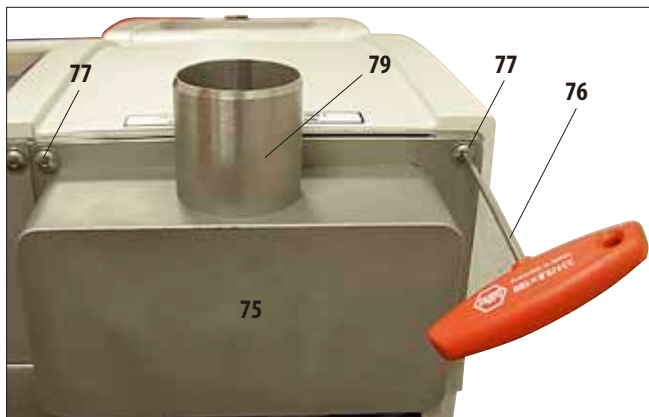
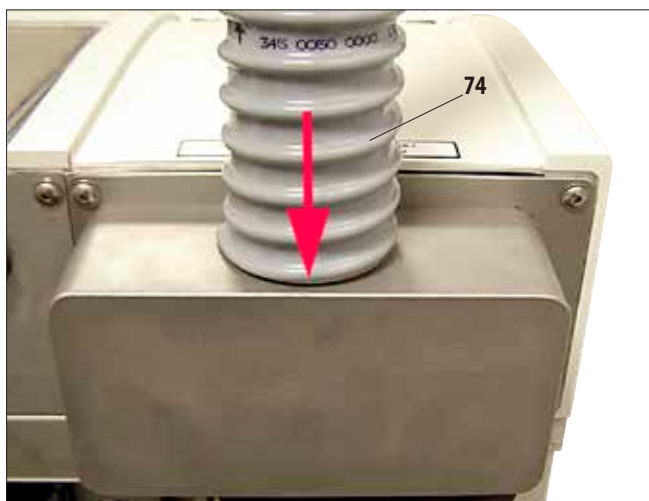

Рис. 23
Рис. 24
- Теперь наденьте вентиляционный шланг (74) одним концом на направленную вверх трубку (79, рис. 23) фланца и надвиньте до упора вниз (рис. 24).